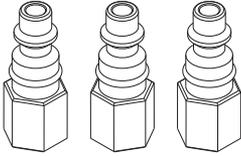

Fig.1
8. Coloque el combustible restante de la manguera, en un recipiente adecuado o viértalo en el tanque de combustible del auto, conectando el adaptador con espiga. fig.1